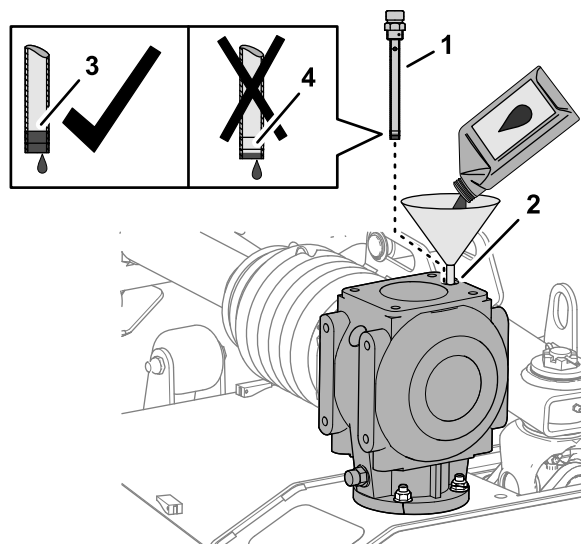

Figure 57
1. Dans l'orifice de jauge, ajoutez 1 064 mL du lubrifiant pour engrenages spécifié dans le boîtier d'engrenages (Figure 57).
2. Vissez la jauge dans l'orifice, retirez la jauge et vérifiez le niveau de lubrifiant (Figure 57).
4. Revissez la jauge dans l'orifice de remplissage et serrez-la (Figure 57).